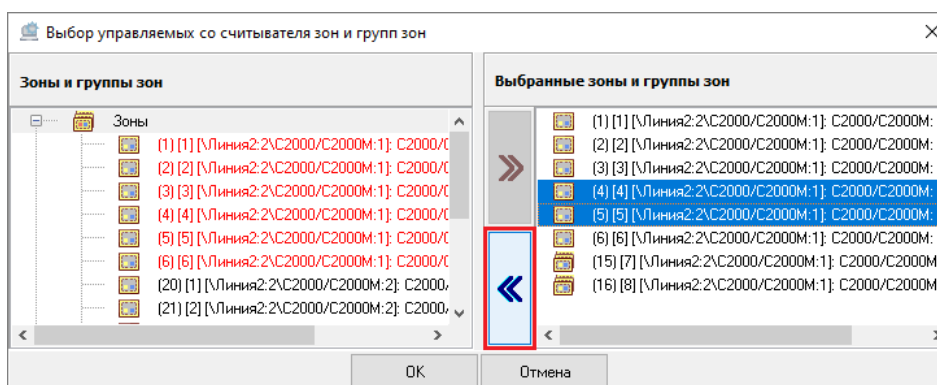

Рисунок 6-413 Отмена привязки к считывателю зон и групп зон кнопкой переноса
- выделите одну или несколько зон/групп зон в поле «Выбранные зоны и группы зон» (для выделения сразу нескольких зон/групп зон нажмите на клавиатуре и удерживайте клавишу <Shift> для выбора диапазона или клавишу <Ctrl> для комбинированного выбора) и нажмите кнопку переноса  (см. Рисунок 6-413);